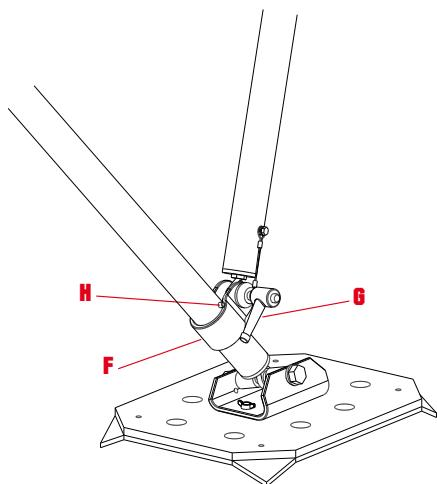

Abb. 6
e) Die Manschetten (F) gegen den elastischen Stift (H) positionieren und dann mit dem Klemmhebel (G) fixieren - (Abb. 6).
- Grizzly keinerlei mechanische Verformungen erlitten hat, keine Risse und Korrosionsspuren aufweist und dass er sich frei in den Gelenken (E) dreht,
- die Manschetten (F) sich in der richtigen Position (Abb. 6) mit dem Klemmhebel (G) fixiert sind.